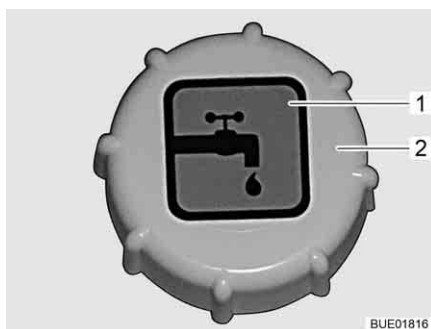

Fig. 226 Couvercle de fermeture pour bec de remplissage d'eau potable
Le bec de remplissage d'eau potable est désigné par le symbole "☞" (Fig. 226,1).
- Tourner le couvercle de fermeture (Fig. 226,2) dans le sens inverse des aiguilles d'une montre et le retirer.